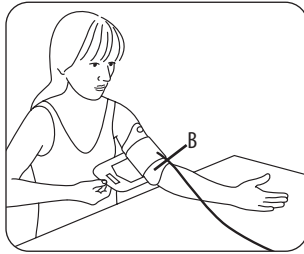

Fig. 2
- A abertura B (ver Fig. 2) na braçadeira, do lado oposto à pega da braçadeira, deve assentar na parte interna do cotovelo. O tubo deve ficar apoiado no meio da dobra do braço, e virado na direção da mão.